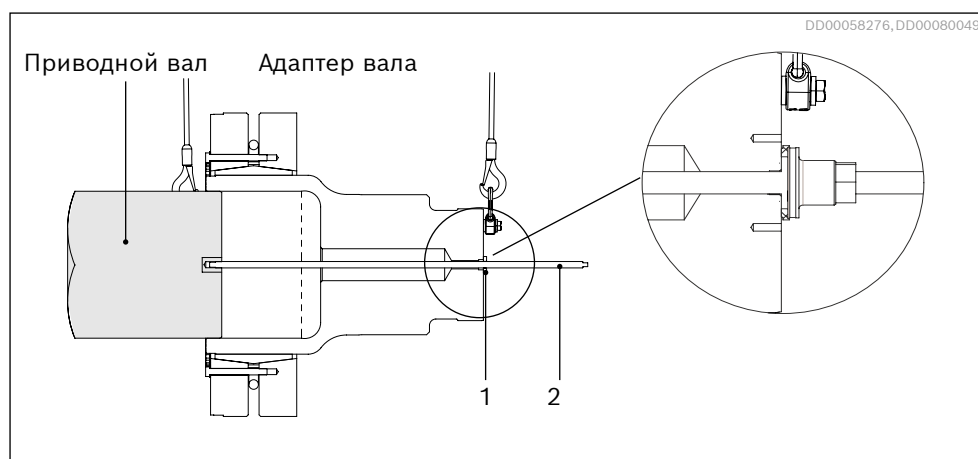

Рис. 35. Монтаж адаптера вала на приводном валу с использованием оправки.
3. Пропустите оправку через центральное отверстие адаптера вала и вкрутите ее в отверстие приводного вала, используя четырехгранный конец оправки, см. *Рис. 35*